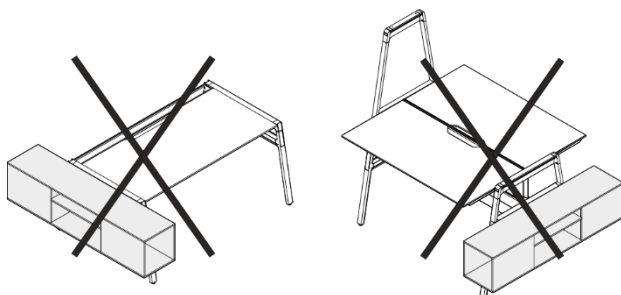

Bild 25 Seitlicher Stauraum, unzulässiger Anbau
- Einzelarbeitsplatz (siehe Bild 25, links).
- An einen Aufsatzbogen (siehe Bild 25, rechts).